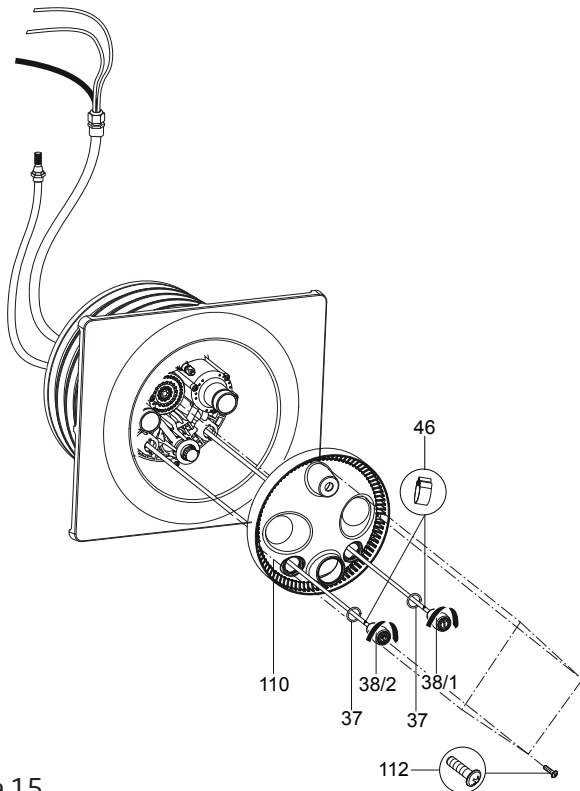
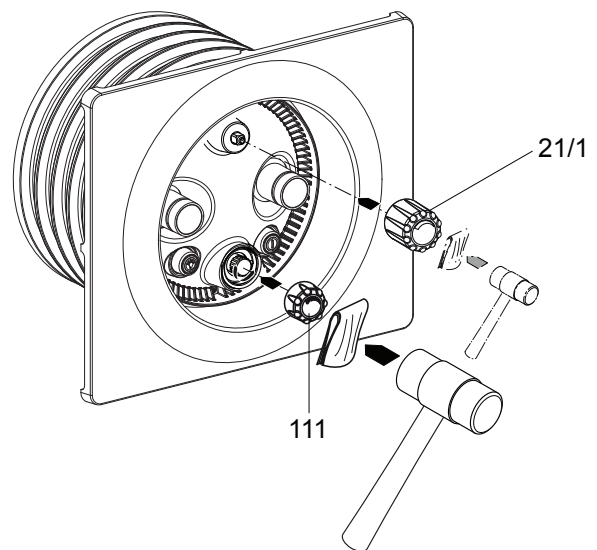

Figura 15
Figura 16
7. Coloque la cubierta rectangular (parte #93) contra el anillo de fijación (parte #28) y fíjela con cuatro (4) arandelas de 8.4mm (parte #94) y cuatro (4) tornillos mecánicos de M8 x 20 (parte #95). Luego cubra las aberturas con las cubiertas rectangulares (parte #96). **PRECAUCIÓN:** Todos los tornillos deben ser **APRETADOS A MANO. NO** use taladros o herramientas neumáticas. ¡**NO** apriete demasiado! Asegúrese de que la etiqueta UP esté en la posición correcta.
8. Guíe el tubo de aire a través de los dos (2) orificios interiores de la cubierta de la luz (parte #110). **NOTA:** El botón ON/OFF de la luz está sobre la izquierda y el botón ON/OFF de la bomba está sobre la derecha. Proceda a alinear la cubierta de la luz con la carcasa de la boquilla y fíjela con cuatro (4) tornillos autorroscables (parte #112) (Ver Figura 15).
9. Deslice una (1) junta tórica (parte #37) sobre cada botón de aire. Fije cada lengüeta del tubo de aire a los botones correspondientes usando las abrazaderas de la manguera (parte #48). Inserte los dos (2) botones de aire mediante la cubierta de luz y en la carcasa de la boquilla. Luego ciérrelas al girarlas en sentido horario hasta que se coloquen en su lugar.
10. Monte la perilla del control de volumen (parte #21.1) y la perilla del regulador de aire (parte #111) mediante un mazo de goma y un paño de protección (Ver Figura 16).